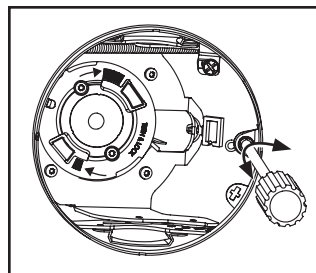

Figure 17.
1. Desserrez la vis de blocage de la rotation à l'aide d'un tournevis cruciforme No 2 (Figure 17.).
3. Serrez la vis de blocage de la rotation pour fixer le mécanisme sur la position souhaitée. (Ne coupez pas trop (Figure 17.).)
- Serrez la vis de blocage de la rotation (Figure 17.).